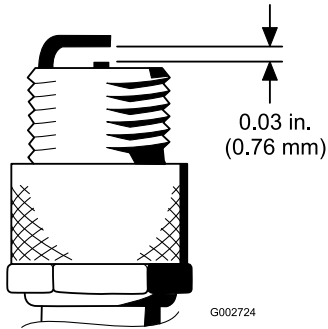

Figura 27
- Ajuste la distancia entre el electrodo central y el electrodo lateral a 0,76 mm; consulte Figura 27. Tras ajustar correctamente los electrodos, coloque la bujía con su junta y apriétela a 23 N·m. Si no utiliza una llave dinamométrica, apriete la bujía firmemente.